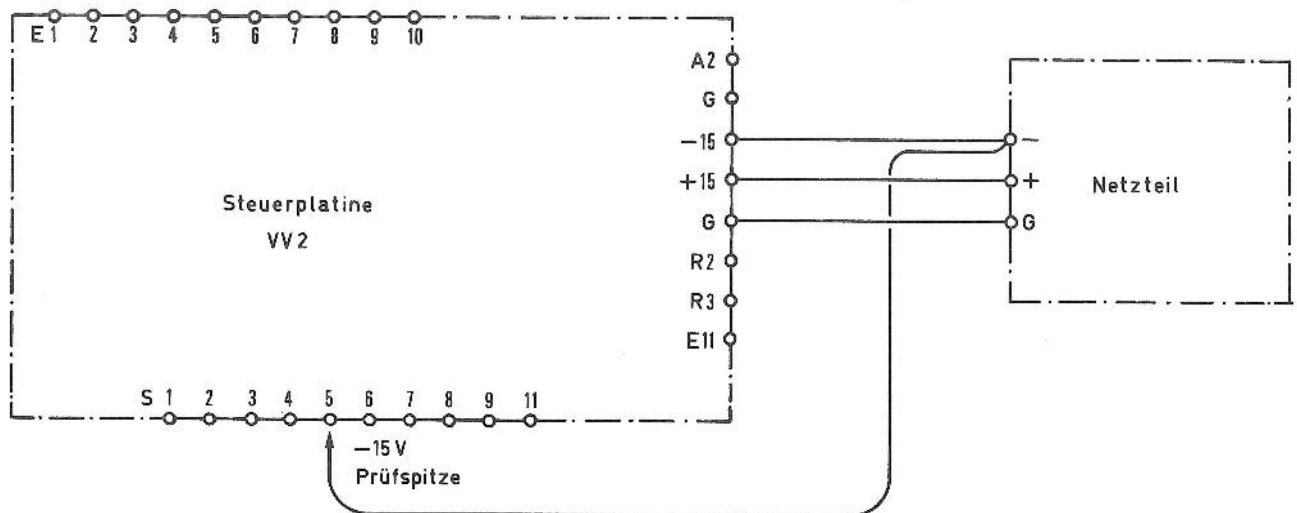

Abb. 15: Prüfaufbau für die Steuerplatine VV 2
- () Verbinden Sie das Orgelnetzteil mit der Steuerplatine VV 2, wie aus Abb. 15 hervorgeht. (Bei Doppelplatinen werden beide Hälften nacheinander geprüft.) Vermeiden Sie Lötstellen an den Steckerstiften. Benützen Sie Krokodilklemmen oder einen Prüfstecker.